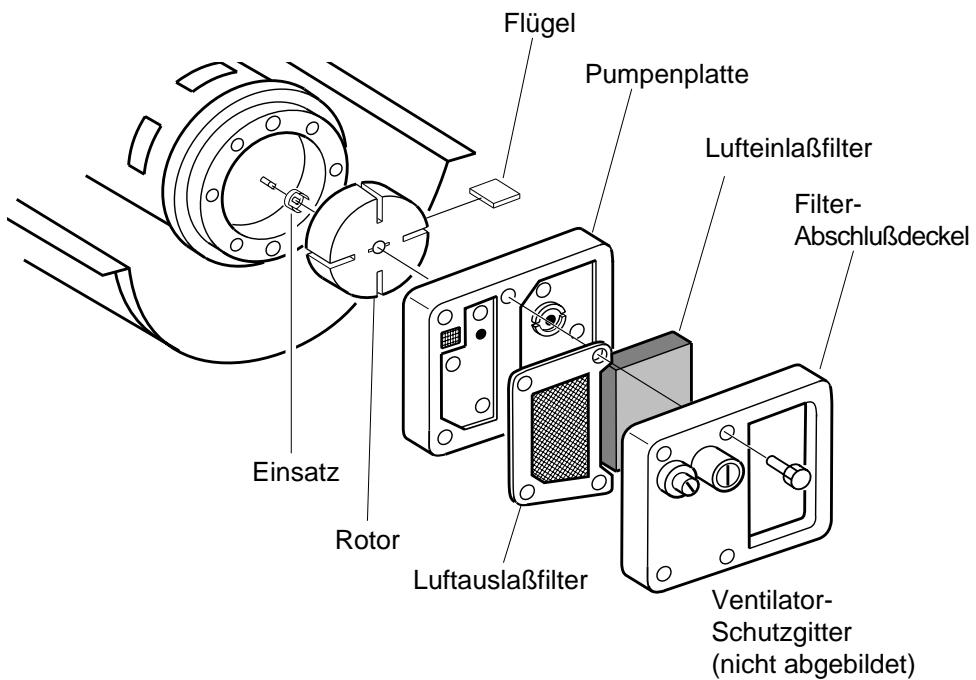

**Abbildung 13 - Entfernen der Düse**
9. Die Düse vorsichtig mit einem 5/8" Steckschlüssel (siehe Abbildung 13) vom Brennkopf entfernen.